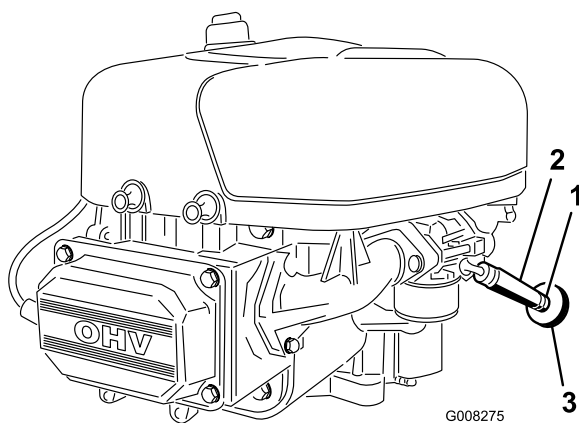

Bild 28
7. Lockern Sie die Schlauchklemme am Kraftstofffilter und schieben Sie sie an der Kraftstoffleitung weg vom Kraftstofffilter (Bild 28).
8. Ziehen Sie die Kraftstoffleitung vom Kraftstofffilter (Bild 28).
11. Schieben Sie die Schlauchklemme ganz an den Kraftstofffilter heran, um die Kraftstoffleitung zu befestigen (Bild 28).
Tauschen Sie den Kraftstofffilter am besten aus, wenn der Tank leer ist (Bild 28). Bauen Sie nie einen verschmutzten Filter wieder ein, wenn Sie diesen aus der Kraftstoffleitung entfernt haben.